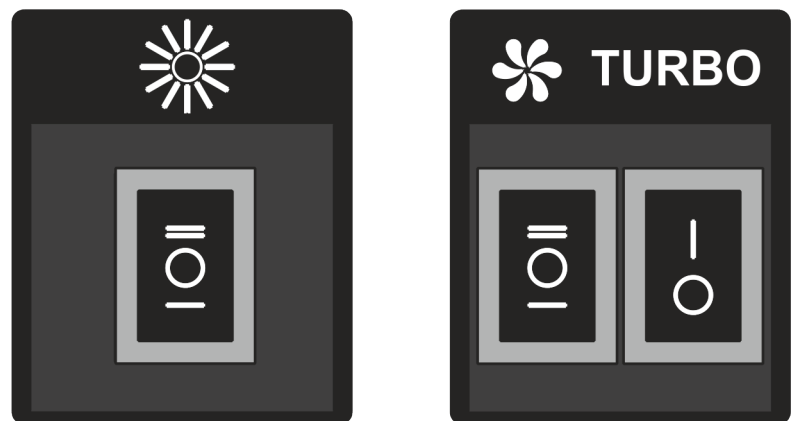

Рис.5
7.3 На боковинах корпусу розміщений **клавійний перемикач** режимів роботи і включення галогенних ламп освітлення (рис.5).